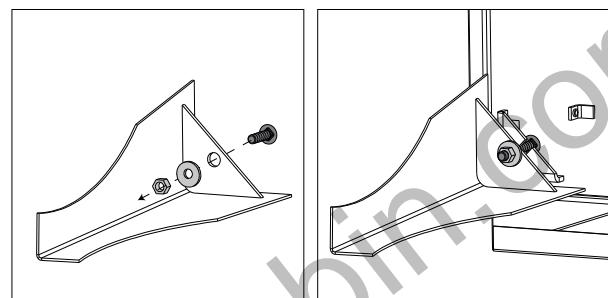

Fig. 4-1
- Avec le boulon passé par les pattes, mettez la rondelle et la rondelle de blocage sur le boulon. Enfilez l'écrou un ou deux fil sur le boulon and faites glisser la pattes sur la fente de l'appareil (**Fig. 4-1**).